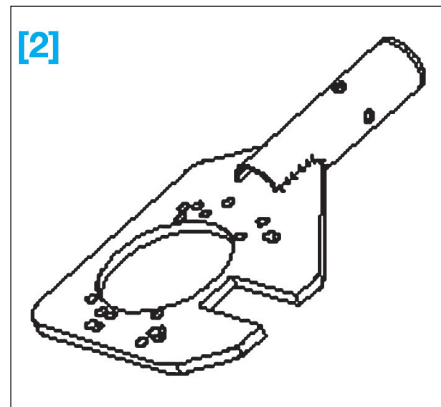

FIG. 15
- [2]. Support de boîte de vitesse Ref. T10108 (Fig.15).